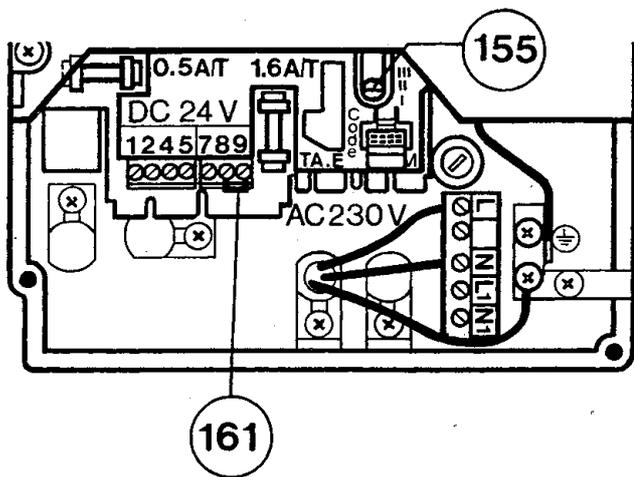

Bild 13
- Anschlußkabel an den Klemmen L, N und \oplus anschließen (Bild 13)
Die Geräte werden mit Schalterstellung II ausgeliefert. (Bild 13). Die Pumpenschaltart kann mit dem Schalter 155, Bild 13, gewählt werden. Beim Einbauregler TA 210 E muß die Schaltart III gewählt werden, da die Kesseltherme sonst nicht in Betrieb geht.